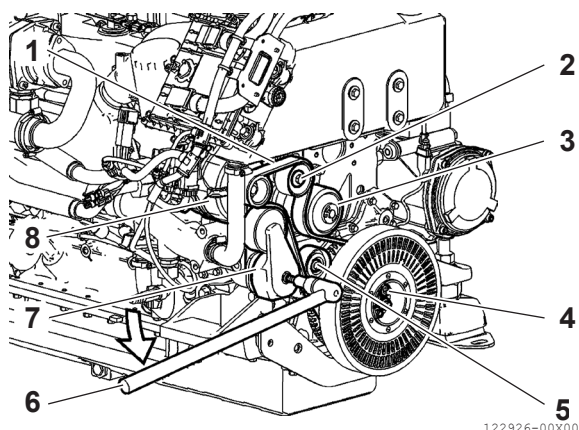

Figure 20
2. Retirez la courroie (**Figure 20, (1)**) en agissant sur le tendeur automatique de courroie (**Figure 20, (7)**) à l'aide de l'outil prévu (**Figure 20, (6)**) en la dégageant de l'alternateur (**Figure 20, (8)**), de la pompe à eau (**Figure 20, (3)**), des poulies (**Figure 20, (2)**) et de la poulie du vilebrequin (**Figure 20, (4)**).
5. Utilisez l'outil prévu à cet effet (**Figure 20, (6)**) sur le tendeur de courroie automatique (**Figure 20, (7)**) pour placer la nouvelle courroie en position de fonctionnement.
6. Il n'est pas nécessaire de procéder à d'autres ajustements. La tension de la courroie est réglée automatiquement par le ressort calibré du tendeur automatique de courroie (**Figure 20, (7)**).